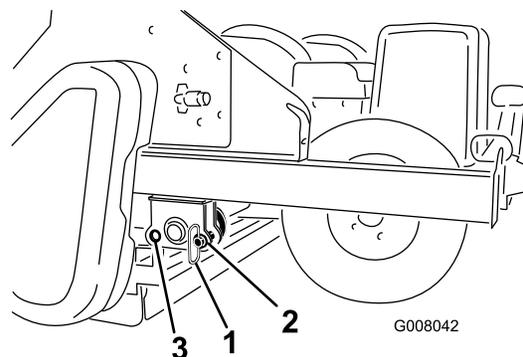

Figura 16
- Retire los pasadores de almacenamiento de los taladros traseros (Figura 16).
- Baje lentamente el procesador de terrones hasta que descansa sobre el rodillo trasero y los neumáticos. Instale los pasadores de almacenamiento en los taladros delanteros (Figura 16).